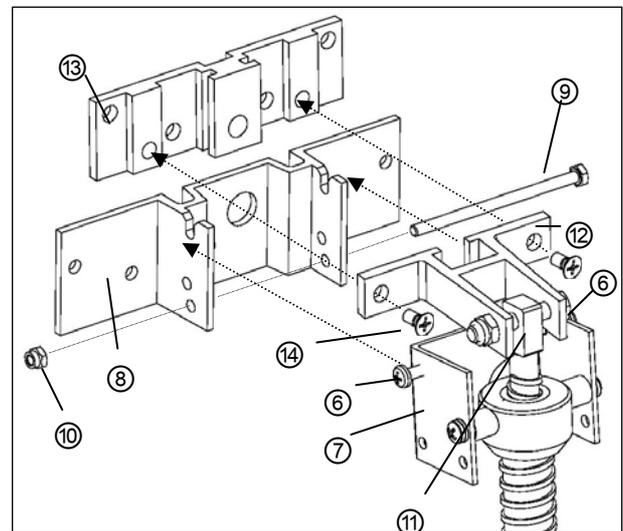

Bild 2
4. Wanderspindel mit den oberen Kreuzschlitzschrauben ⑥ der Halterung ⑦ in die Grundplatte ⑧ des Aufsetzkranzes einhängen, und mit der Sechskantschraube M 4 x 70 ⑨ mit selbstsichernder Mutter ⑩ in der Grundplatte ⑧ befestigen (*Bild 2*).
5. Lagerbock ⑫ in die Führung der Anschlagplatte ⑬ am Lüfterrahmen einschieben, und mit den Kreuzschlitzschrauben M 6 x 11 ⑭ befestigen (*Bild 2*).